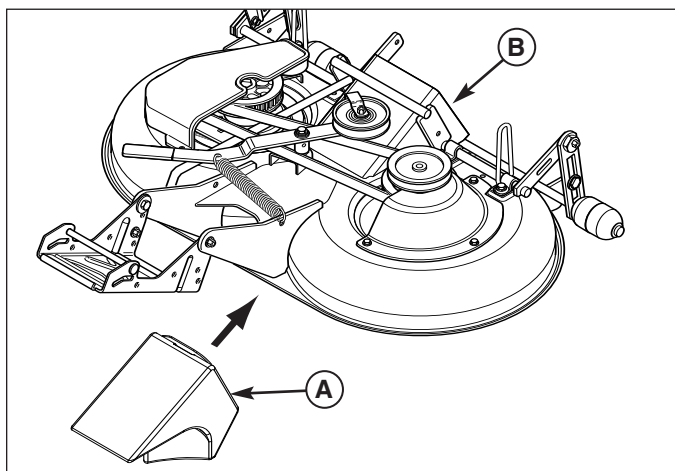

Figura 13. Installazione del punto di attacco di pacciamatura
3. Inserire il punto di attacco di pacciamatura (A, Figura 13) nello scarico (B) dalla parte sottostante della base del tagliaerba.